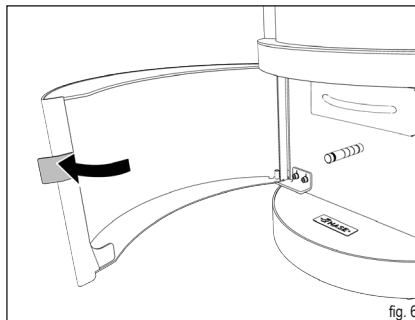

fig. 6
- ▶ Aprire lo sportello di controllo (fig. 6).